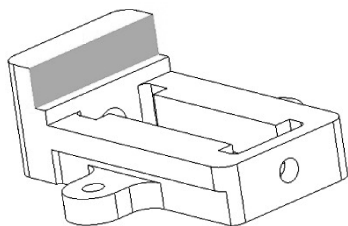

图 4-71 选草绘平面
(1) 单击  按钮打开拉伸操控面板，单击属性面板上的  按钮。选择如图 4-71 所示的曲面作为草绘平面，进入草绘模式。